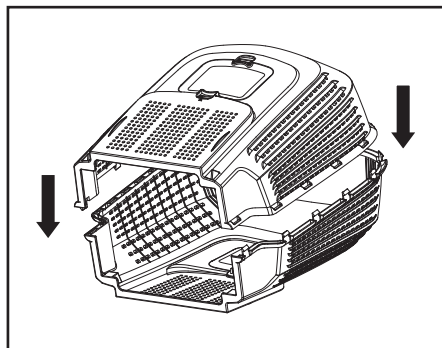
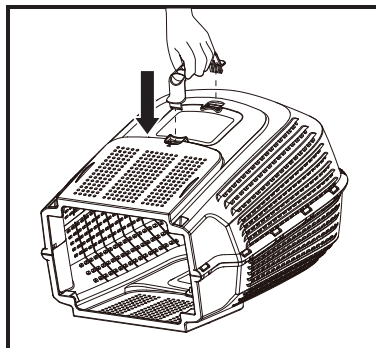

Fig. 4
Fig. 5
1. Fixer la lèvres en caoutchouc du filet du bac de ramassage dans le plateau en plastique du bac de ramassage (Fig. 4). Insérer la poignée dans les trous et s'assurer qu'elle est bien en place (Fig. 5).